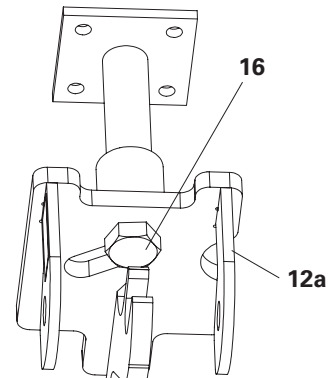

Fig. B1.03b
2. Spingere in posizione la testa a sospensione VGK Flex (12a) e stringere a fondo la vite ISO4014-M24x100-8,8 (16). (Fig. B1.03b)